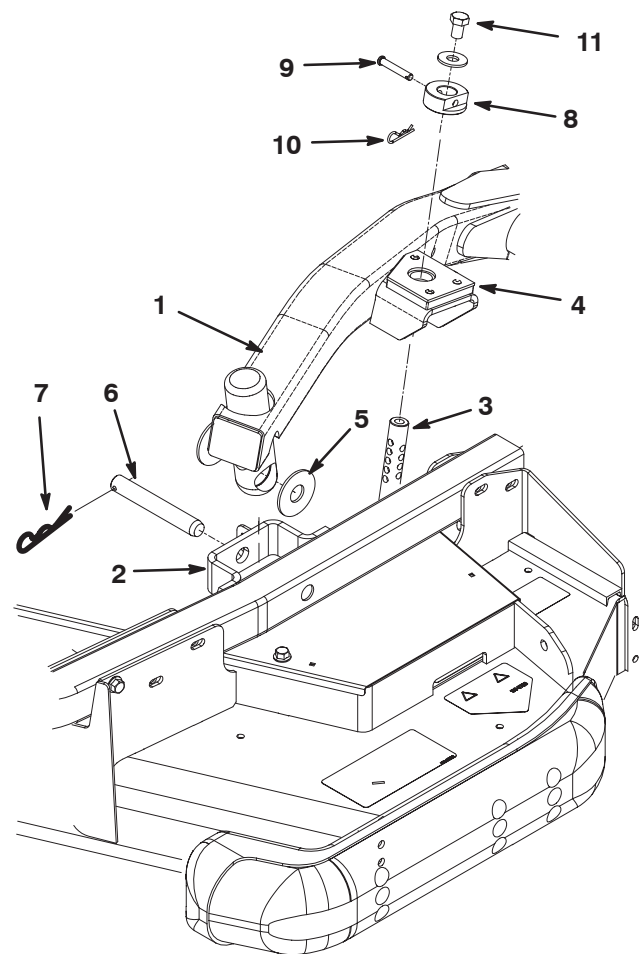

Bild 3
2. Stellen Sie den Hubhebel auf die Schweben-Stellung. Drücken Sie einen Hubarm nach unten, bis die Löcher im Hubarm mit den Löchern in der Laufradarmhalterung ausgerichtet sind, und die Schnitthöhenstange in die Hubarmpolster eingesetzt werden kann (Bild 3).
3. Befestigen Sie den Hubarm mit zwei (2) Druckscheiben, einem Lastösenbolzen und einem Splint am Laufradarm. Legen Sie die Druckscheiben zwischen den Hubarm und die Halterung des Laufradarms (Bild 3). Setzen Sie das Ende des Splints in den Schlitz im Laufradarm ein, um den Splint zu arretieren.
7. Befestigen Sie die Schnitthöhenstellringe an den Schnitthöhenstangen und befestigen Sie sie mit den Lastösenbolzen und den Splints (Bild 3). Der Kopf des Lastösenbolzens sollte möglichst zur Mähwerkvorderseite zeigen.
8. Setzen Sie oben auf jeder Schnitthöhenstange eine 1/2 x 3/4 Zoll Kopfschraube und eine Scheibe ein (Bild 3).